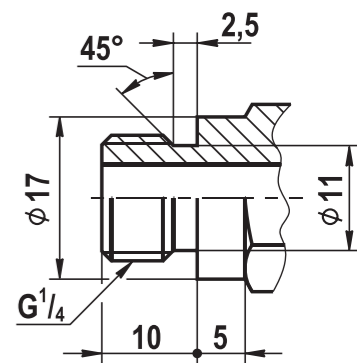

Рис. 1-5
8. Для подключения датчиков-реле давления или других устройств и приборов в корпусе клапана предусмотрены отверстия с резьбой G1/4, закрытые заглушками (кроме клапанов ВН¹/₂Н-0,2; ВН³/₄Н-0,2; ВН1Н-0,2 и клапанов серии ВФ). Рекомендуемая форма конца присоединяемого штуцера, предназначенного для подсоединения датчика-реле давления и вкручиваемого в корпус клапана, приведена на рис. 1-5. Применяемое для уплотнения соединения - кольцо резиновое 014-017-19 ГОСТ 9833 (d_{внутр.}=13,6 мм; s=1,9 мм). Для уплотнения резьбы в месте подключения приборов используйте ленту ФУМ или аналогичный уплотняющий материал.